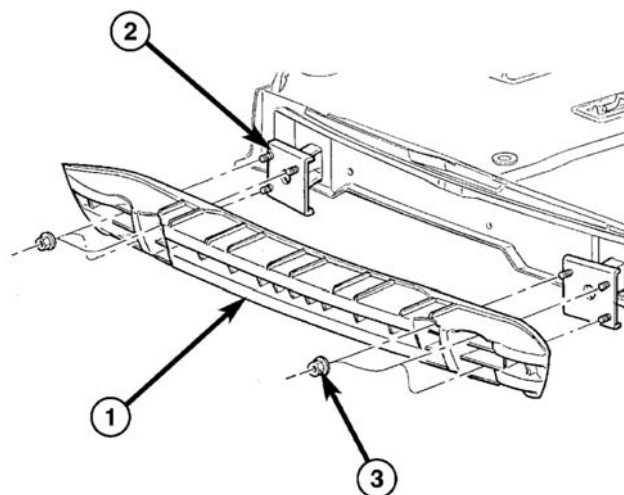

图 4 后保险杠衬杠
- (1) 拆卸后保险杠面板。(参见 13—车架与保险杠/保险杠/后保险杠面板—拆卸)
- (2) 用适当的举升设备支撑后保险杠衬杠。
- (3) 拆卸固定后保险杠衬杠和车架纵梁延伸部分的 6 个螺母 (图 4)。
- (4) 将后保险杠衬杠从车上拆卸下来。
- (3) 安装 6 个固定后保险杠衬杠与车架横梁延伸部分的 6 个螺母，并拧紧至 27 N • m(20 ft.lbs.)(图 4)。
- (4) 安装后保险杠面板。（参见 13—车架与保险杠/保险杠/后保险杠面板—安装）。